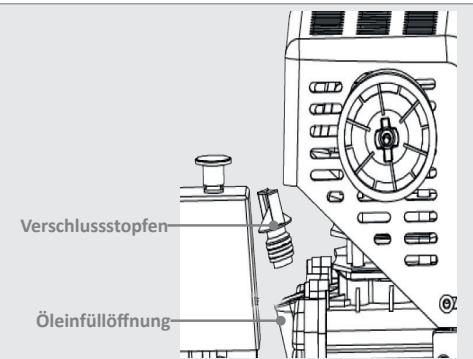

Abb. 4a: Öl auffüllen (Abb. modellabhangig)
2. Vor der ersten Inbetriebnahme muss die Transportkappe der **Öleinfüllöffnung** (siehe Abb. 4a) entfernt werden. Verwenden Sie hierzu einen Schlitzschraubendreher.